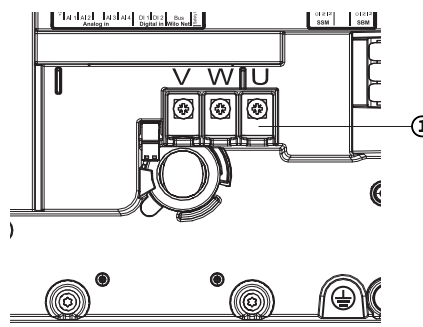

Fig. 114: Motoraansluitklemmen V, W, U
5. Maak de motoraansluitkabel (Fig. 114) los.